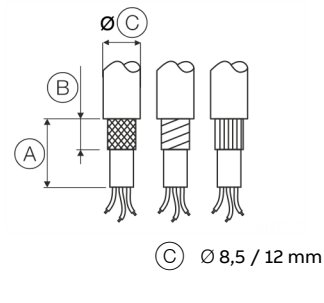

Abbildung 1: Abisolieren der Anschlusskabel
2. Kabel gemäß **Abbildung 1** abisolieren.